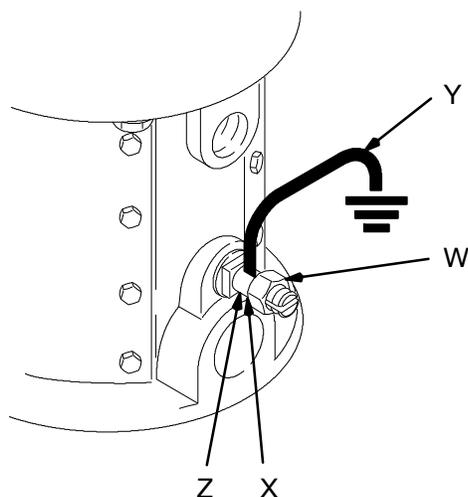

図. 1
1. **ポンプ**: 接地線およびクランプを使用します。図 1 を参照してください。接地用金具のロックナット (W) とワッシャ (X) を緩めます。接地線 (Y) の片方の端を金具 (Z) のスロットに挿入し、緩み止めのナットをしっかりと締めます。線の他方の終端を実際の地面に接地します。注文部品番号 237569 接地線とクランプ。